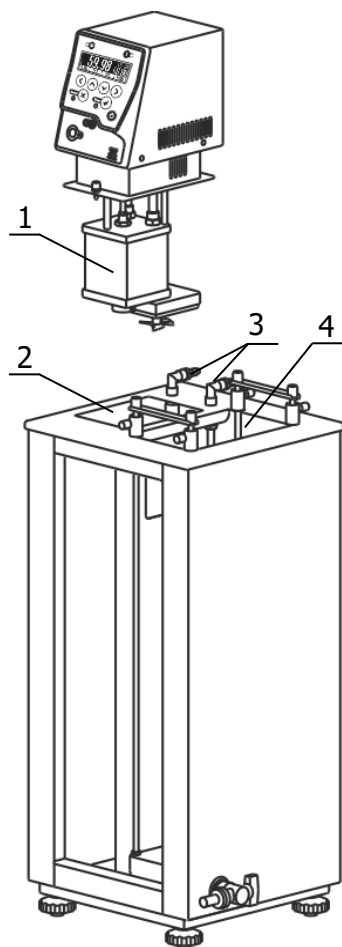

Рисунок 2 — Установка блока регулирования
2.2.3 Установить блок регулирования температуры в отверстие крышки ванны термостата 2 (рисунок 2), насадив резервуаром 1 на выходную трубку 3 (рисунок 1). После установки закрепить блок регулирования на ванне винтовыми фиксаторами.
2.2.4 Заполнить ванну термостата теплоносителем через отверстие над рабочей зоной 4 (рисунок 2). Температурный диапазон применения теплоносителя должен соответствовать значениям, указанным в 1.2.6. Уровень теплоносителя в ванне должен быть ниже уровня крышки на 10–20 мм.
Причина отсутствия перелива — неправильная работа насоса, вызванная воздушной пробкой, образовавшейся в резервуаре 1 (рисунок 2). Для ее устранения необходимо:
2.2.6 Для работы термостата при температурах теплоносителя, близких к окружающей температуре, может потребоваться дополнительное охлаждение с помощью встроенного теплообменника. В этом случае необходимо подключить термостат к водопроводной сети или специальному холодильному устройству при помощи шлангов, присоединенных к штуцерам встроенного теплообменника 3 (рисунок 2). Поток охлаждающей жидкости должен быть равномерным и, по возможности, небольшим. Дополнительное охлаждение не требуется, если температура теплоносителя выше температуры окружающей среды более чем на 20 °С.
Крышку комплекта устанавливают над рабочей зоной термостата 4 (рисунок 2) с помощью винтов для крепления держателей из комплекта поставки термостата.